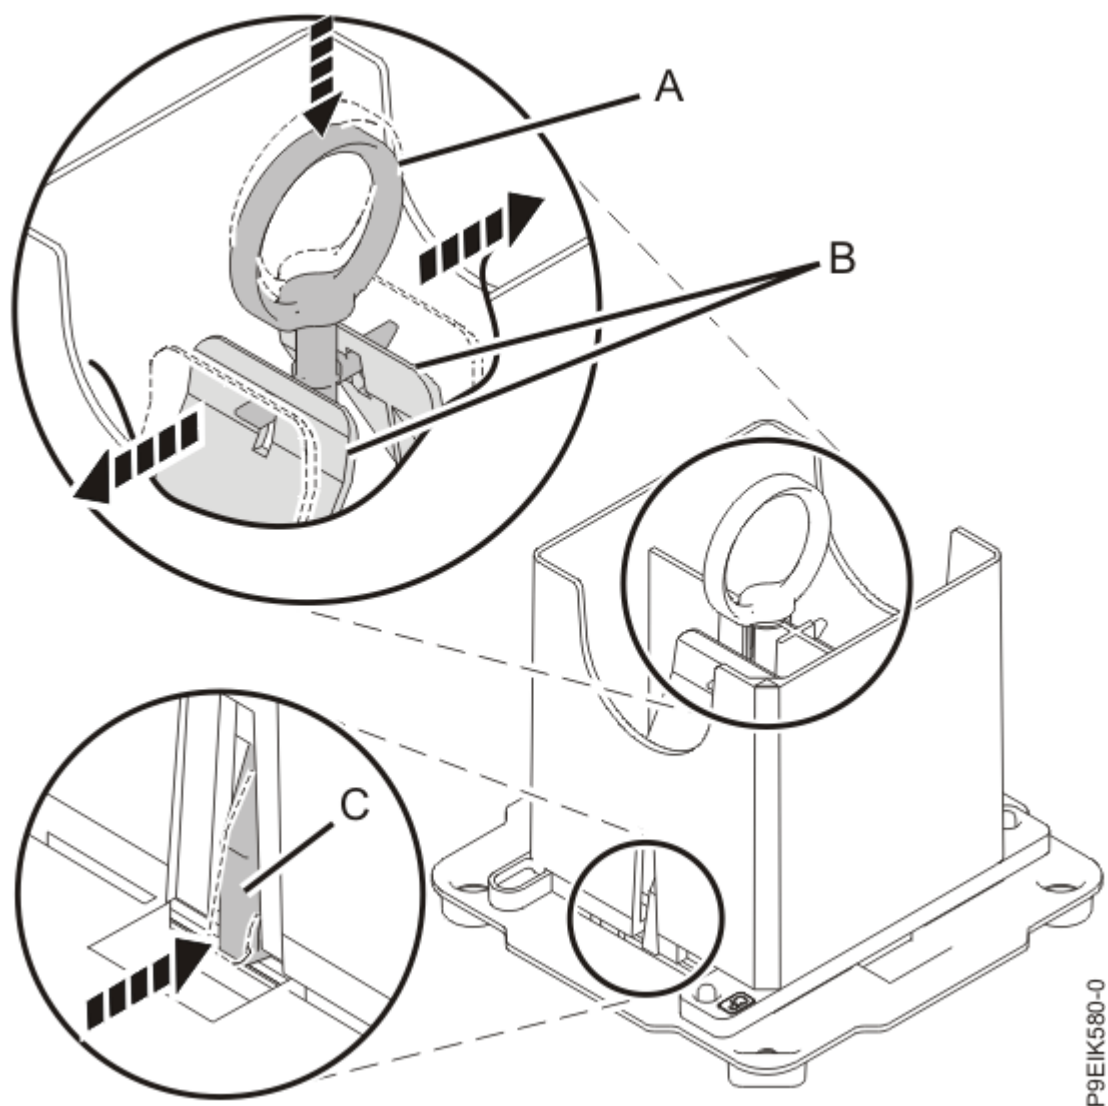

Figura 22. Cómo encajar el módulo del procesador del sistema en la herramienta
- c) Con la herramienta de extracción apoyada en la parte superior del módulo del procesador del sistema, presione el anillo **(A)** con cuidado de forma que las pestañas azules **(B)** queden hacia fuera y el agarre se enganche con el módulo del procesador del sistema **(C)**, tal como se muestra en la Figura 22 en la página 25.